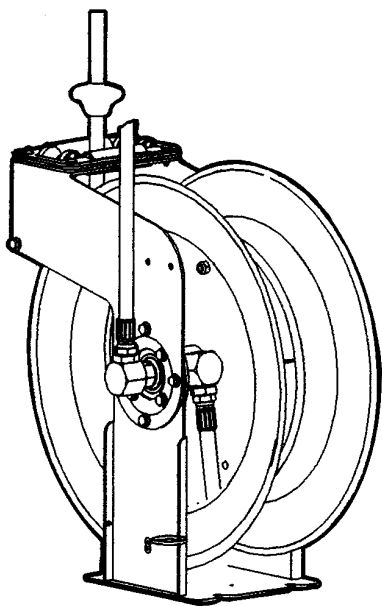

Fig. 5
1. Be sure that the hose reel is firmly fixed. Uncoil the hose until it is possible to disconnect it from the outlet adaptor (figure 5).
1. S'assurer que l'enrouleur avec flexible est bien fixé. Dérouler le flexible jusqu'à ce qu'il possible de pouvoir le déconnecter de la rotule (Figure 5).
1. Wichtig ist, dass der Schlauchaufroller fest fixiert ist. Dann den Schlauch abrollen, bis er vom Anschluss gelöst werden kann (Bild 5).